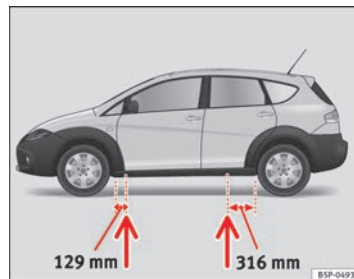

Abb. 172 Aufnahme-
- Suchen Sie den Aufnahmepunkt am Unterholm, der dem zu wechselnden Rad am nächsten liegt ⇒ Seite 256, Abb. 172.
Am Unterholm kennzeichnen jeweils vorn und hinten Eindrückungen die Stellen, an denen der Wagenheber angesetzt werden darf ⇒ Seite 256, Abb. 172. Es gibt für jedes Rad genau eine Stelle. An anderen Stellen darf der Wagenheber nicht angesetzt werden.